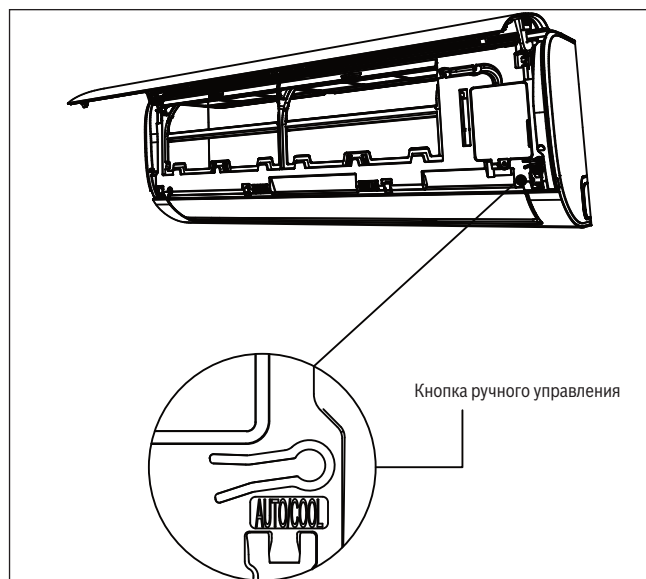

Рис. 41.
- Кнопка **MANUAL CONTROL** (РУЧНОЕ УПРАВЛЕНИЕ) расположена на правой стороне устройства. Для выбора функции "ОХЛАЖДЕНИЕ" нажать кнопку 2 раза. См. **рис. 41**.